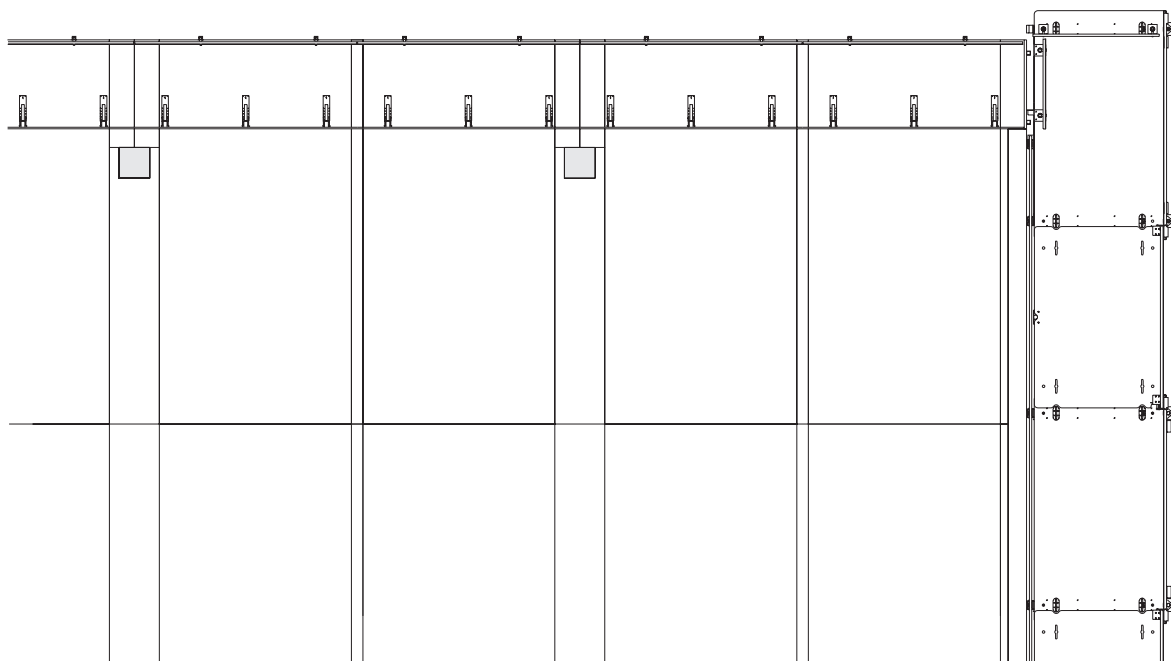

Fig. A6.01
5. Disarmare le compensazioni tra i tavoli. (Fig. A6.01) (Vista dall'alto)